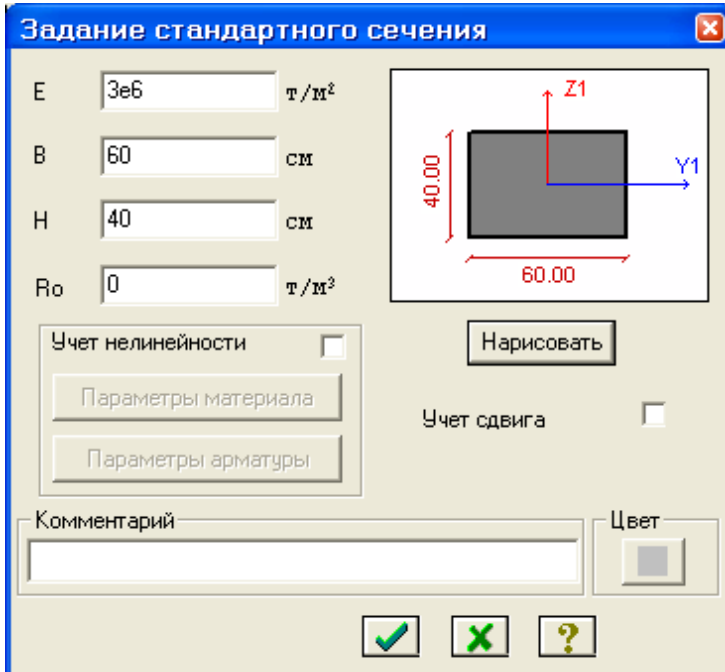

Рис.1.9. Диалоговое окно **Задание стандартного сечения**
- В диалоговом окне **Задание стандартного сечения** (рис.1.9) задайте параметры сечения **Брус**: